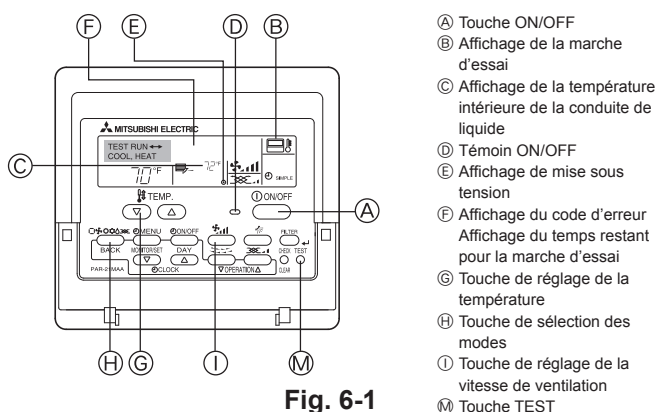

Fig. 6-1
6.2. Marche d'essai (Fig. 6-1)